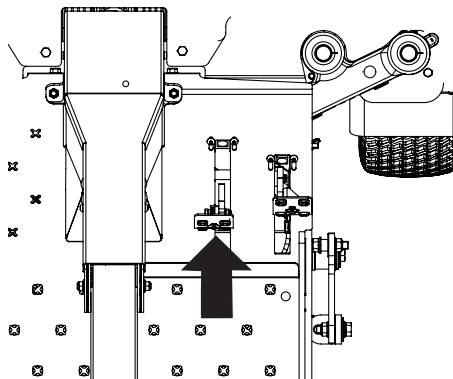

Fig. 25
1. Presione lentamente el pedal de marcha adelante. La cortadora de césped comenzará a desplazarse hacia adelante (Fig. 25).